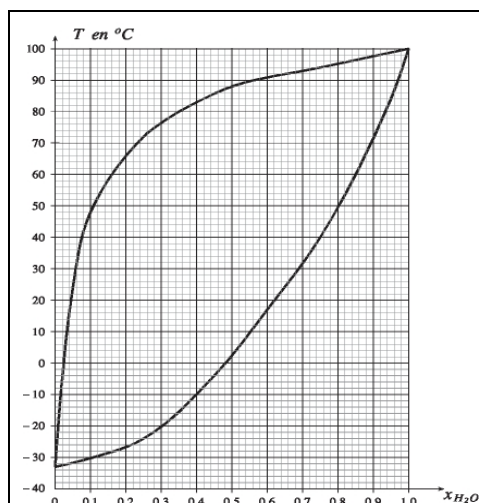

Figure 2 : Diagramme binaire isobare liquide-vapeur eau-ammoniac
2. On donne (figure 2) le diagramme binaire liquide-vapeur tracé sous $P = 1$ bar.